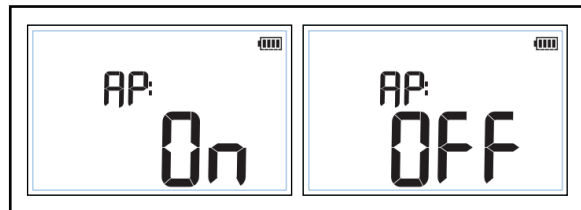

Figure 7. Réglage d'arrêt automatique de l'alimentation
2. Appuyez sur **ENTER** jusqu'à ce que **AP** : s'affiche à l'écran. Voir la Figure 7.